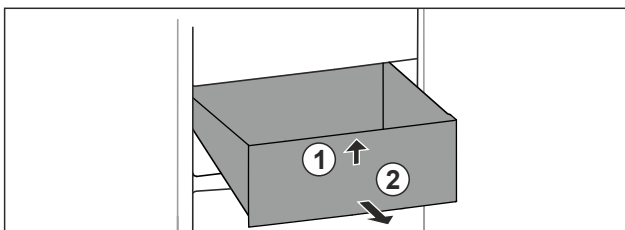

Fig. 86
- ▶ Schubfach vorne anheben. Fig. 86 (1)
- ▶ Schubfach nach vorne entnehmen. Fig. 86 (2)